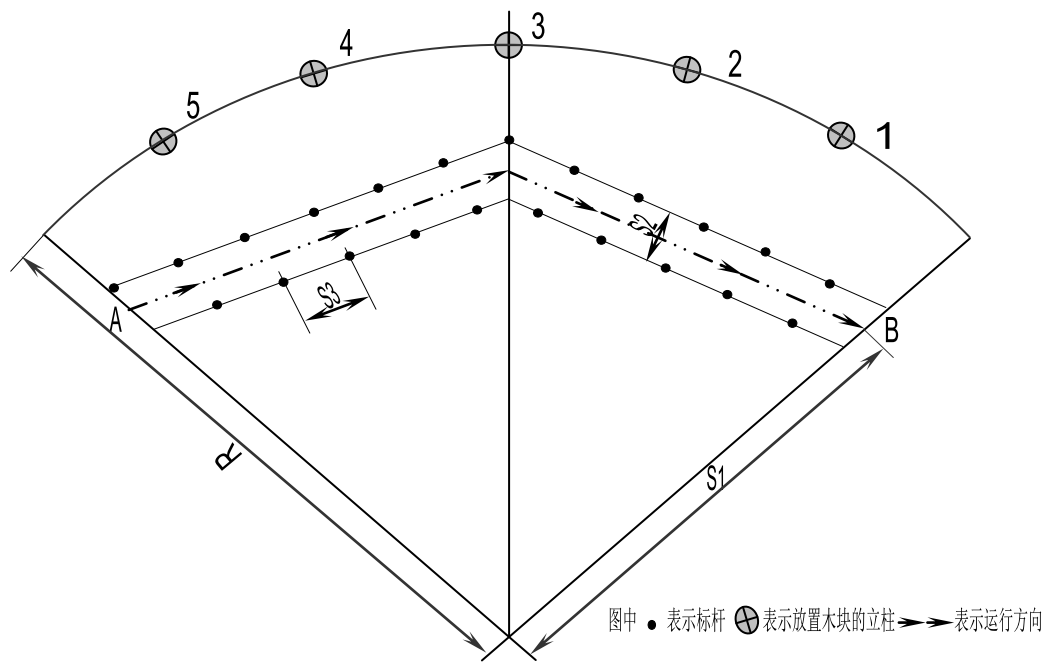

图5.2
5.2 起吊水箱绕木杆运行和击落木块（图 5.2、表 5.2）